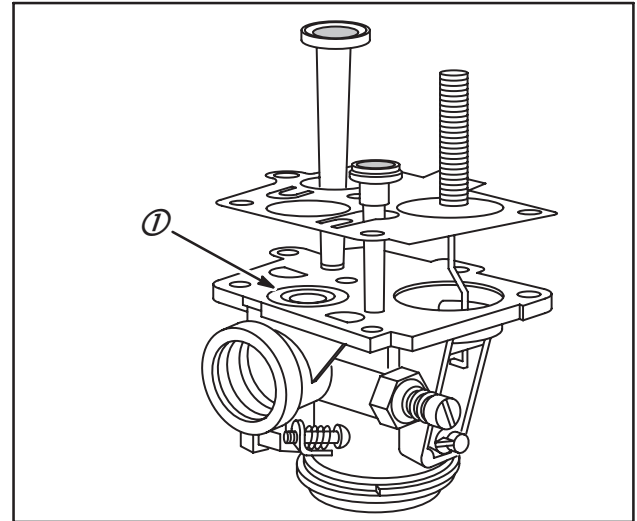

Fig. 43
2. Tenir le carburateur à l'envers et placer la membrane dessus, tout en guidant la biellette de starter à travers l'alésage prévu à cet effet. Veiller à ce que le ressort et la coupelle (1) se trouvent dans leur logement, (Pulsa-Jet), Fig. 43.